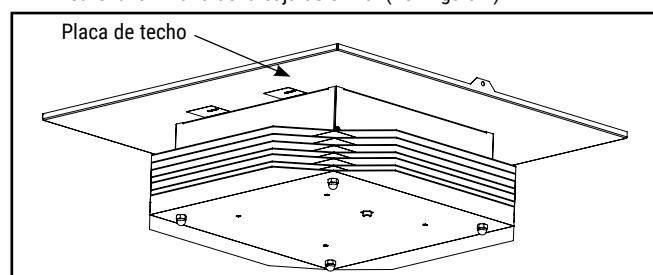

Figura 1.
- Retire la luminaria de la caja de envío. (Ver Figura 1)